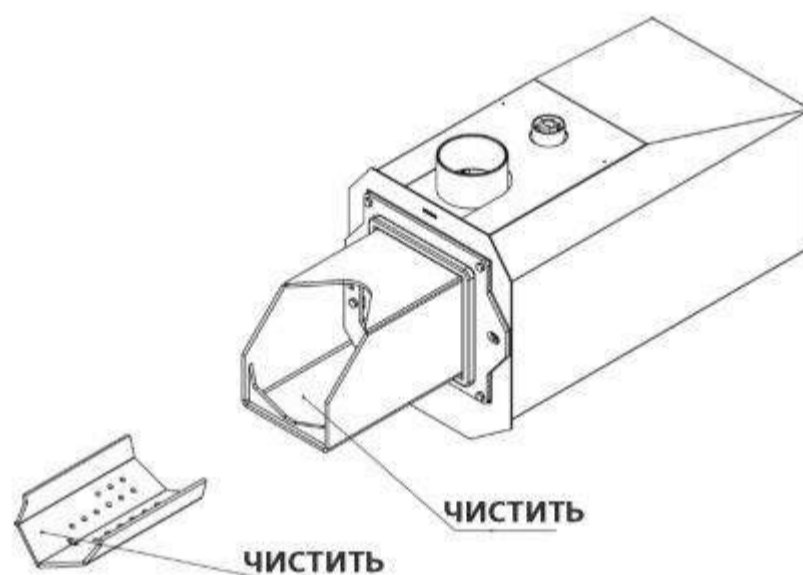

Рис. 16 Чистка горелки Платинум Био.
3. Снять решетку горелки и очистить ее (обратить внимание на проходимость аэрационных проводов). Очистить корпус решетки горелки (рис.16)